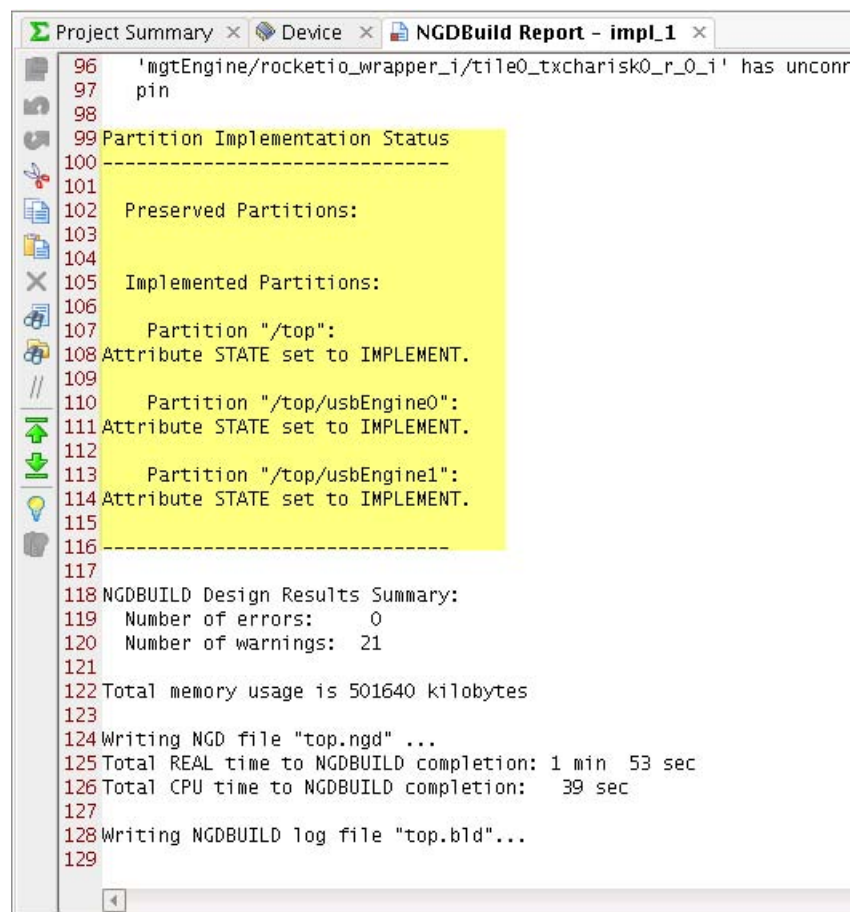

図 1-8：レポート ファイルのパーティション情報ステータス
3. NGDBuild が終了したら、[NGDBuild Report] をクリックしてレポート ファイルを開きます。レポート ファイルの一番下までスクロールし、パーティション情報を確認します (図 1-8)。